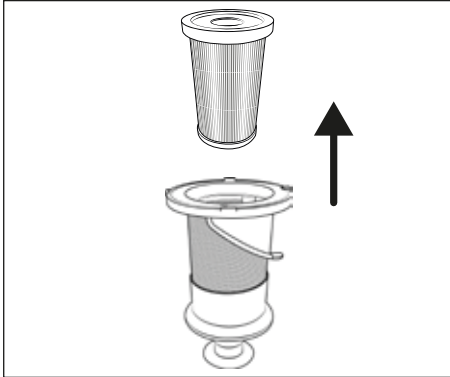

Fig. 18
- 3) Tag HEPA-filteret **5** ud af filteret af rustfrit stål **6** ved at holde i åbningen på HEPA-filteret **5** og tage det ud af filteret af rustfrit stål **6** (se fig. 18).